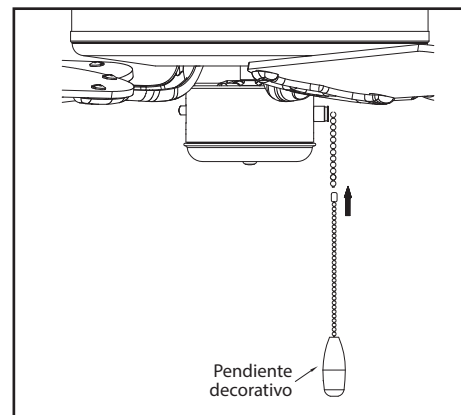

Figura 20
5. Instala las cadenas de extensión y pendientes decorativos del interruptor de cadena (Figura 20).